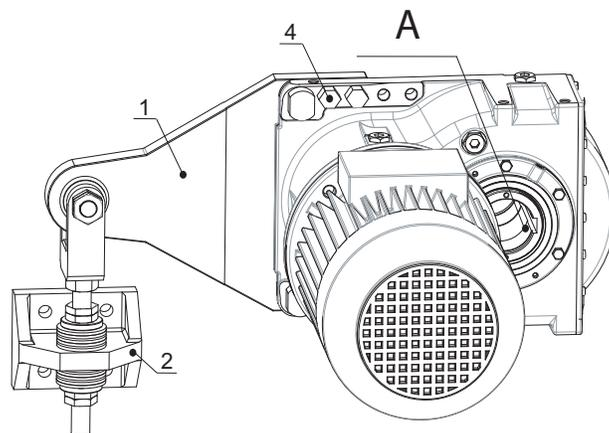

Fig. 8
Ancrez le bras de réaction à la structure de la machine (pos. 2) et serrez avec des vis de fixation (classe 8.8 minimum recommandée) en appliquant un couple de serrage selon le tableau Tableau 4:Couples de serrage (p. 19) (voir Fig. 8 (p. 21)).